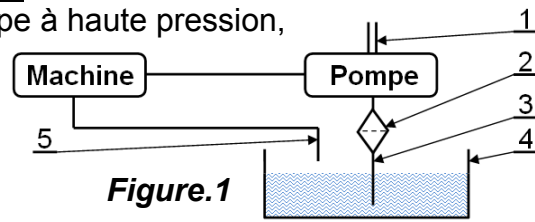

Figure.1
2.8- Donner le nom des composants de la Figure.1 ? (/2,5 pts)